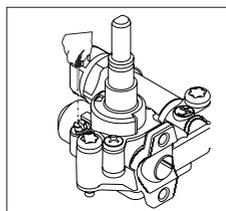

Figura 8
5. Staccare le manopole di controllo del piano cottura. Eseguire l'impostazione ruotando la vite nella parte centrale della valvola del gas con un cacciavite come indicato nella seguente immagine. Per regolare il flusso, agire sulla vite relativa, (figura 8) mediante un cacciavite adatto. Per il GPL ruotare la vite in senso orario. Per il gas naturale, ruotare la vite una volta in senso antiorario. In posizione bassa, la lunghezza della fiamma normale dovrebbe essere 6-7 mm. Per ultimo, verificare l'accensione. L'impostazione del dispositivo differisce in funzione del tipo di valvola del gas utilizzata.